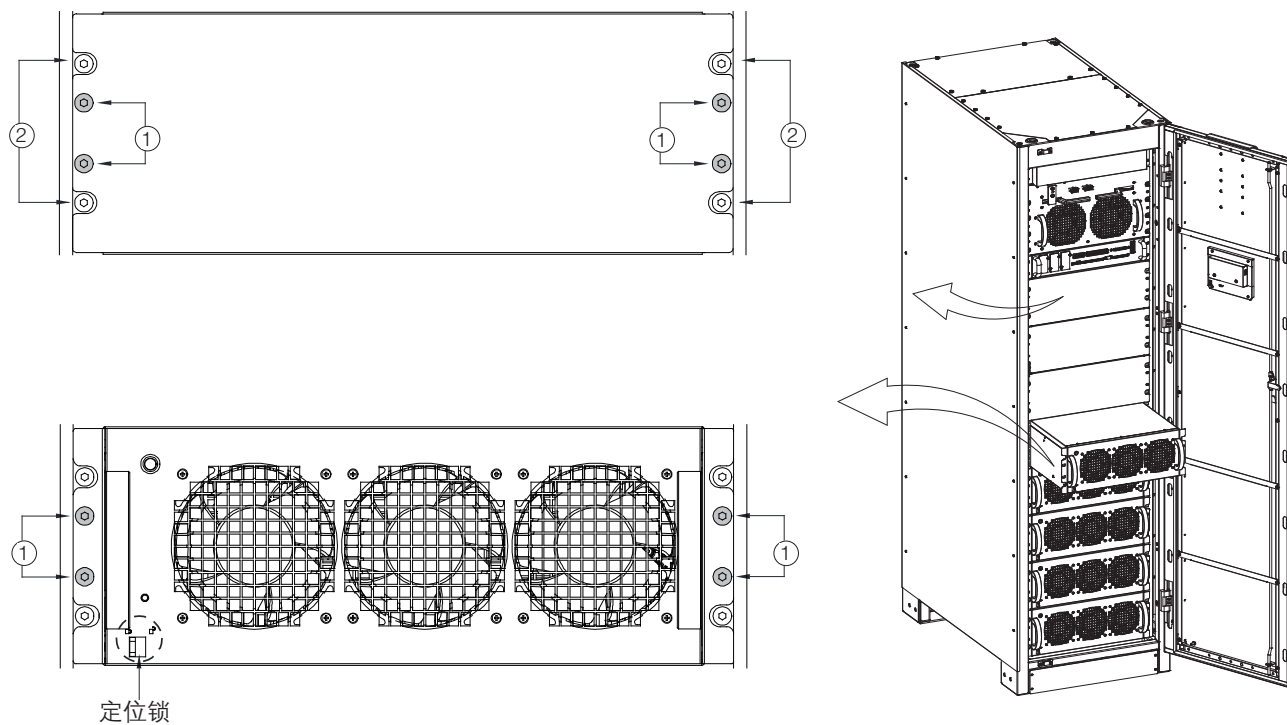

图6-49: UPM安装
3. 将 UPS 模块从包装箱中取出；检查模块前部的定位锁是否处于“ ”开启状态，如果为“ ”锁定状态，请拨动至“ ”开启状态将模块抬起，插入对应的卡槽并推进（图 6-49）；
5. 锁紧 UPM 的螺丝①；